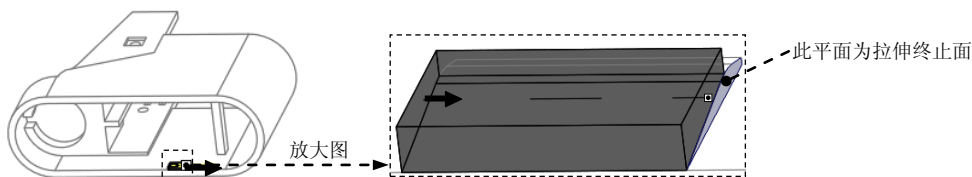

图 19.15 选取拉伸终止面
(5) 设置深度选项。
① 在操控板中选取深度类型  (到选定的)。
② 将模型调整到图 19.15 所示的视图方位，选择图 19.15 所示的平面为拉伸终止面。
(6) 在“拉伸”操控板中单击  按钮，完成特征的创建。